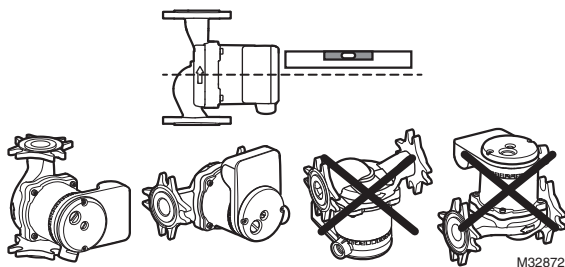

Fig. 5. Installer la pompe pour que l'arbre du moteur soit horizontal.
- Une flèche sur le boîtier du moteur indique la direction du débit (voir la Fig. 5).